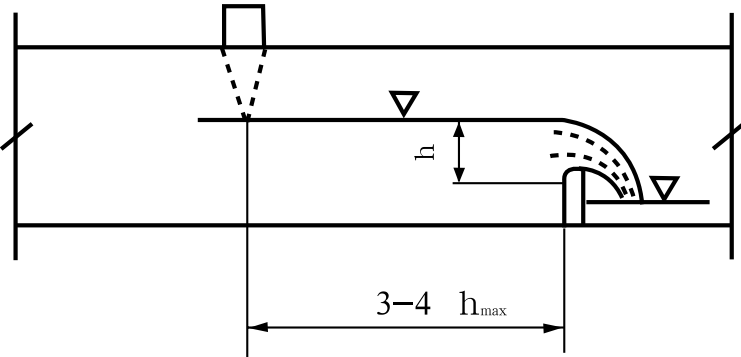

图4.1 液位传感器安装位置示意图（堰式）
- 堰式流量计：液位传感器安装在上游距堰板3~4h_{max}处(见图4.1)。